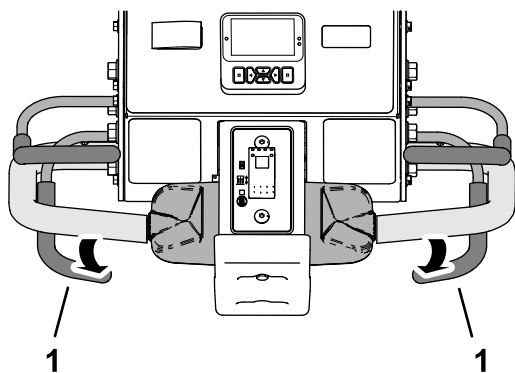

Figura 85
- A medida que el neumático delantero pase sobre el perímetro del área de aireación, suelte la barra de aireación (Figura 85)